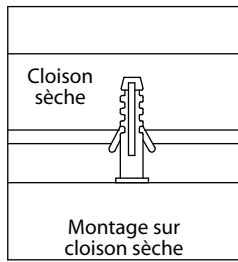

Figure 9
Si les trous de montage se retrouvent sur des montants muraux, percez quatre petits trous de départ avec une mèche de perceuse de 5/32 po (non incluse) pour les vis à bois (CC). Insérez les quatre vis à bois (CC) dans la surface de montage mais garder un écart de 3/8 po entre la tête de la vis et la surface de montage. (Figure 9).